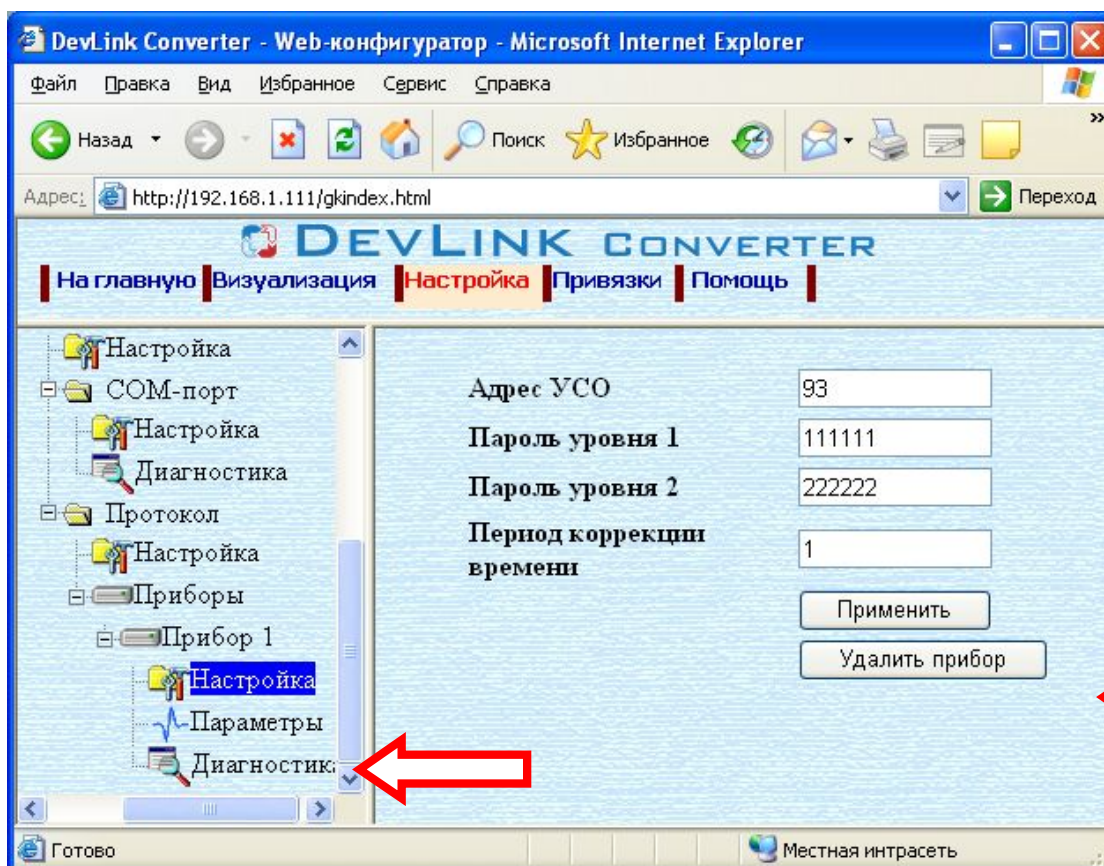

Рисунок 3.10 – Настройка прибора
- Выберите в дереве объектов *папку «Настройка» прибора* нужного канала драйвера (рисунок 3.10).
- Установите необходимые параметры и нажмите кнопку «Применить» (рисунок 3.10).